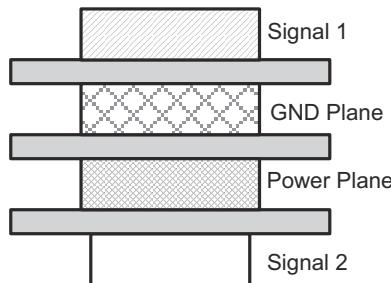

図 8-3. レイアウト例
- 高周波で動作する場合は、4層以上のプリント基板をお勧めします。図 8-3 に示すように、グランドと電源層で 2つの信号層を分離しています。